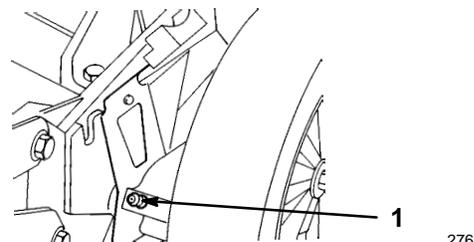

Figure 25
5. Essuyer les graisseurs à l'aide d'un chiffon propre (Fig. 25).